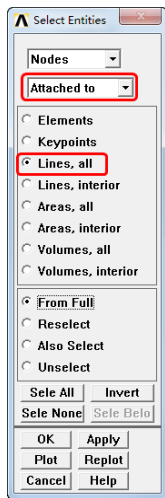

图 7-14 “Select Entities”对话框
④依次选择 Utility Menu→Select→Entities，会弹出“Select Entities”对话框。在第一个下拉框中选择“Nodes”，在第二个下拉框中选择“Attached to”，在第三个单选框中选择“Lines, all”，如图 7-14 所示，单击“OK”按钮关闭该对话框。
⑦依次选择 Utility Menu→Select→Entities，会弹出“Select Entities”对话框。在第一个下拉框中选择“Nodes”，在第二个下拉框中选择“Attached to”，在第三个单选框中选择“Lines, all”，如图 7-14 所示，单击“OK”按钮关闭该对话框。
⑩依次选择 Utility Menu→Select→Entities 命令，会弹出“Select Entities”对话框。在第一个下拉框中选择“Nodes”，在第二个下拉框中选择“Attached to”，在第三个单选框中选择“Lines, all”，如图 7-14 所示，单击“OK”按钮关闭该对话框。
⑬依次选择 Utility Menu→Select→Entities，会弹出“Select Entities”对话框。在第一个下拉框中选择“Nodes”，在第二个下拉框中选择“Attached to”，在第三个单选框中选择“Lines, all”，如图 7-14 所示，单击“OK”按钮关闭该对话框。
⑮依次选择 Utility Menu→Select→Entities，会弹出“Select Entities”对话框。在第一个下拉框中选择“Nodes”，在第二个下拉框中选择“Attached to”，在第三个单选框中选择“Lines, all”，如图 7-14 所示，单击“OK”按钮关闭该对话框。
⑱依次选择 Utility Menu→Select→Entities，会弹出“Select Entities”对话框。在第一个下拉框中选择“Nodes”，在第二个下拉框中选择“Attached to”，在第三个单选框中选择“Lines, all”，如图 7-14 所示，单击“OK”按钮关闭该对话框。
㉒依次选择 Utility Menu→Select→Entities，会弹出“Select Entities”对话框。在第一个下拉框中选择“Nodes”，在第二个下拉框中选择“Attached to”，在第三个单选框中选择“Lines, all”，如图 7-14 所示，单击“OK”按钮关闭该对话框。
一个下拉框中选择“Nodes”，在第二个下拉框中选择“Attached to”，在第三个单选框中选择“Lines, all”，如图 7-14 所示，单击“OK”按钮关闭该对话框。
28 依次选择 Utility Menu→Select→Entities，会弹出“Select Entities”对话框。在第一个下拉框中选择“Nodes”，在第二个下拉框中选择“Attached to”，在第三个单选框中选择“Lines, all”，如图 7-14 所示，单击“OK”按钮关闭该对话框。
31 依次选择 Utility Menu→Select→Entities，会弹出“Select Entities”对话框。在第一个下拉框中选择“Nodes”，在第二个下拉框中选择“Attached to”，在第三个单选框中选择“Lines, all”，如图 7-14 所示，单击“OK”按钮关闭该对话框。